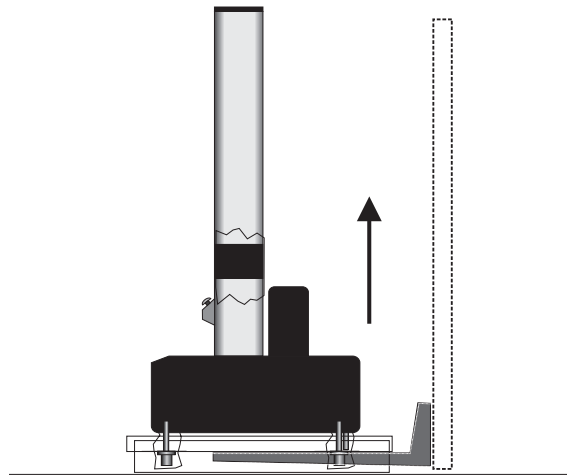

Figura 11. Elevación del bastidor mediante la plataforma de transporte
2. Con sumo cuidado, introduzca las palas por debajo de la plataforma de transporte, como se muestra en la Figura 11 en la página 63.